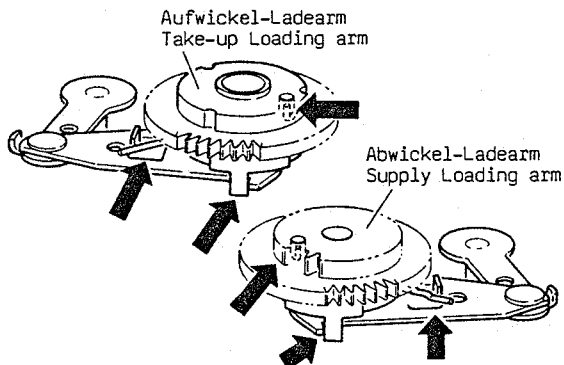

Fig. 1-3-1 Ladearmeinheit (1)
1. Die Ladearme müssen in die korrekte Grundeinstellung gebracht werden, s. Fig. 1-3-1.
1. Set up the loading arm assembly correctly as shown in Fig. 1.3.1.